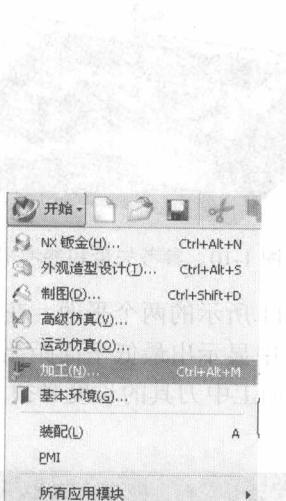
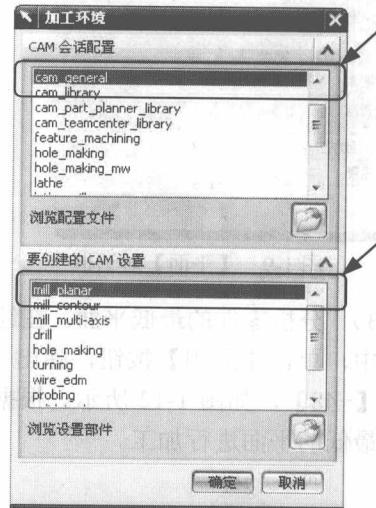

图 1-5 【开始】菜单
图 1-6 【加工环境】对话框
(3) 初始化加工环境。在【开始】下拉菜单中, 在选择【加工】命令, 或按快捷键 Ctrl+Alt+M, 如图 1-5 所示。系统弹出如图 1-6 所示的【加工环境】对话框。
(4) 设置环境参数。在【加工环境】对话框的【CAM 会话配置】列表框中, 选择【cam_general】选项, 在【要创建的 CAM 设置】列表框中, 选择【mill_planar】选项, 如图 1-6 所示。单击【确定】按钮, 完成加工环境的初始化。